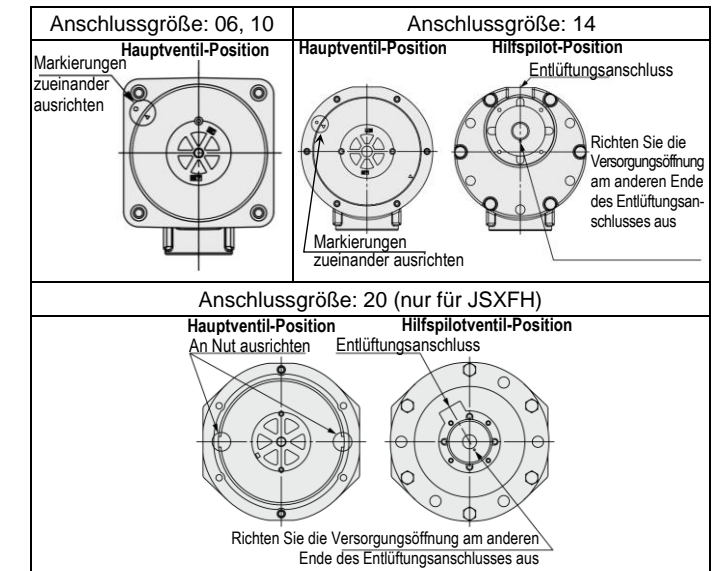

Abbildung 10.
- Bauen Sie das Hauptventil (Hilfspilotventil) unter Berücksichtigung der in Abb. 10 gezeigten Einbaulage in das Gehäuse ein. Eine falsche Montage kann zu Fehlfunktionen des Produkts führen.